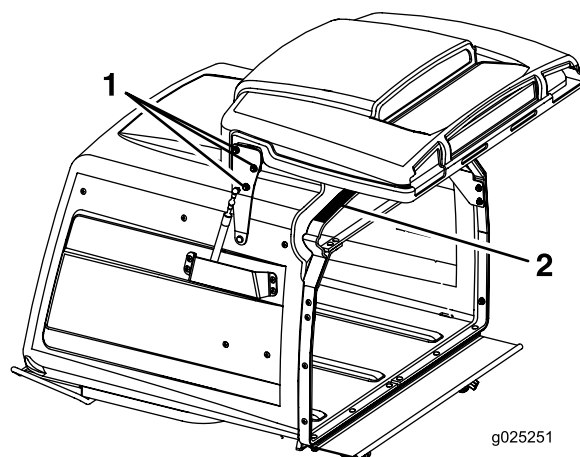

Figura 60
3. Afloje las seis tuercas de las bisagras de la puerta (Figura 60).
4. Abra la puerta y coloque una tira de goma de 3/8 pulgada o una manguera de 3/8 pulgada de diámetro entre la tolva y la puerta de la tolva (Figura 60).